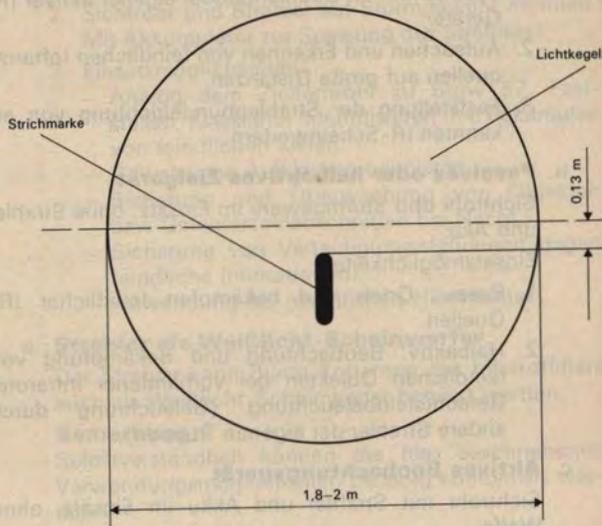

Bild 7
4. Auf der Wand muß der Lichtkegel bezüglich der Strichmarke so liegen, wie das Bild 7 zeigt.